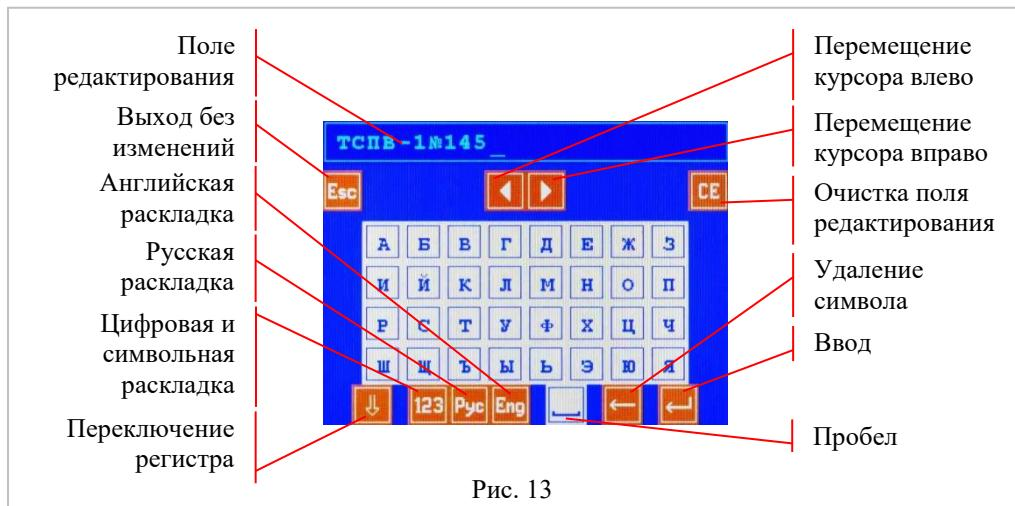

Рис. 13
4.1.7.1 При вводе и редактировании строк появляется виртуальная клавиатура, рис. 13.